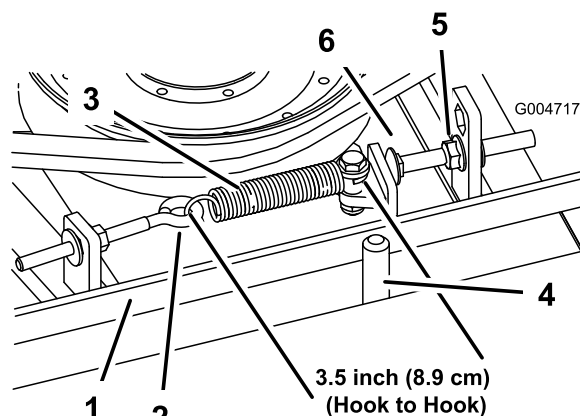

Figura 70
6 mm (misura interna). Quando la tensione della molla è giusta, regolate il bullone di arresto (bullone a testa tonda) fino ad ottenere un gioco di 3 mm + 1,5/-0 mm tra la testa del bullone ed il braccio di rinvio (Figura 70).
Nota: Verificate che la cinghia si trovi dal lato molla del guidacinghia (Figura 70).
2. Allentate il bullone ad occhio per consentire la rimozione della molla di prolunga (Figura 70).
3. Allentate il dado flangiato che fissa il bullone di arresto alla linguetta di montaggio. Allentate il dado quanto basta per consentire al braccio di rinvio di oltrepassare il bullone di arresto (Figura 70). Allontanate la puleggia tendicinghia dalla cinghia in modo da allentare la tensione della cinghia.
8. Ricollegate la molla di prolunga (Figura 70) al bullone ad occhio e tendete la cinghia come segue: